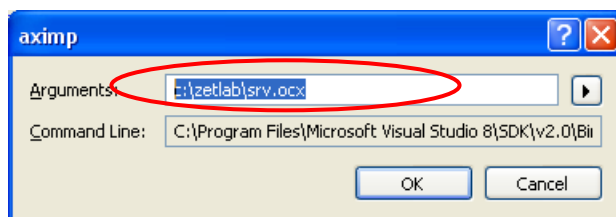

Рисунок 6. Создание обертки ActiveX Wrapper.
1. Tools -> aximp -> появится диалоговое окно утилиты aximp. Рисунок 6.